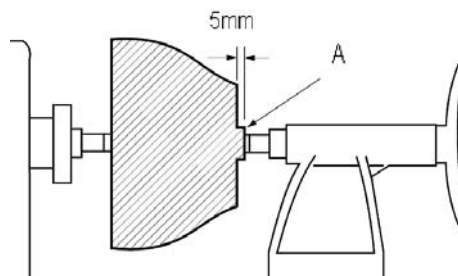

Рис. 13
- Обточите небольшой участок заготовки до диаметра отверстия планшайбы (А, рис.13). Это помогает центрировать заготовку при повторном зажиме.